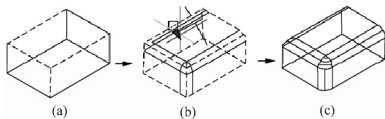

图 12-12 选择边倒圆角
(1) **【边】**: 选择要倒圆角的边。可以连续选择若干个边, 如图 12-12(a)中, 连续选择四条边, 按 Enter 键后, 可以拖动圆角夹点来指定半径, 如图 12-12(b)所示; 也可以使用“半径”选项。结果如图 12-12(c)所示。